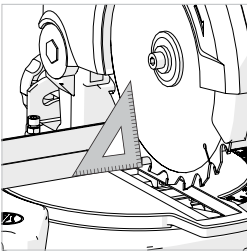

Abb. 8
- Stellen Sie das Zeichendreieck auf den Tisch, wobei ein kurzes Ende auf dem Tisch und das andere kurze Ende am Sägeblatt anliegt (nicht an den TCT-Spitzen). **(Abb. 8)**